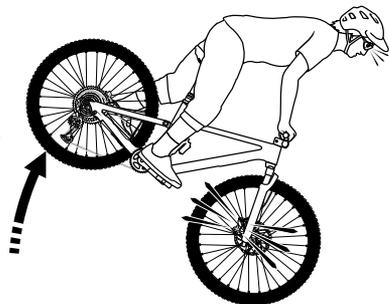

fig.13
2. Si vous freinez trop fort ou trop soudainement, vous risquez de bloquer une roue, vous risquez alors de perdre le contrôle du vélo et de chuter (voir fig.13). Si vous freinez